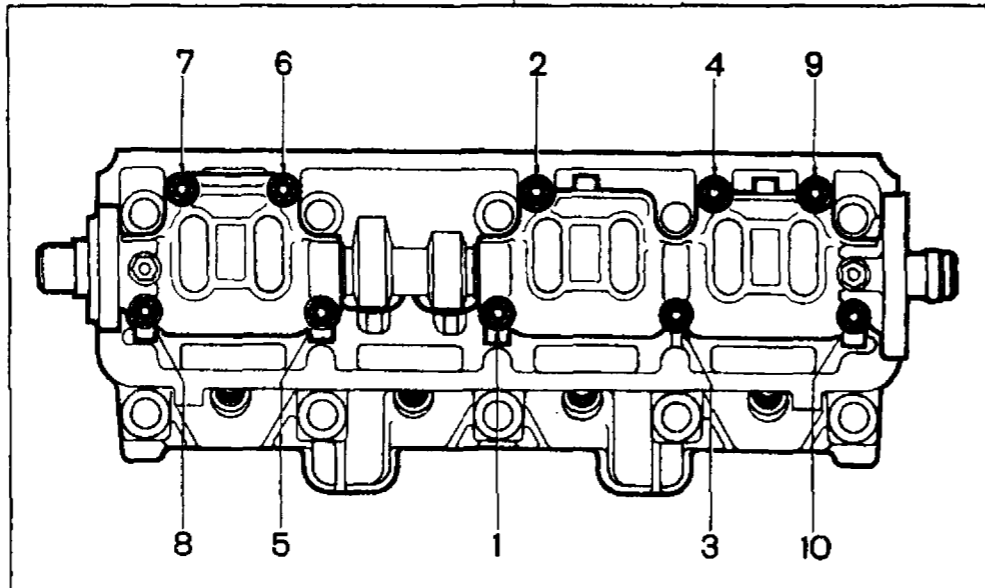

Рис.2-60. Порядок затягивания гаек крепления корпусов подшипников распределительного вала
1. Предварительно затяните гайки в последовательности, указанной на рис. 2-60, до прилегания поверхностей корпусов подшипников к головке цилиндров следя за тем, чтобы установочные втулки корпусов свободно вошли в свои гнезда.